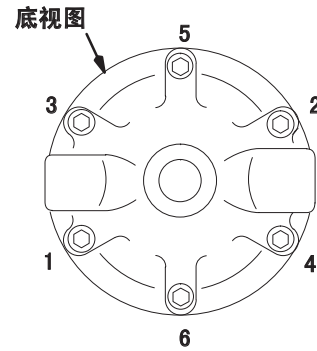

图 4
6. 拆下球形阀（20）、阀座（16）和垫圈（15）。参见图 4。
17. 装上顶盖（7）。用注释中所指定的扭力，按图 4（**底视图**）所示顺序拧紧这 6 颗螺钉（1）。